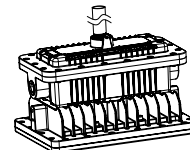

Fig. 17
4. Lock the driver box cover with screws (Figure 17).
4. Verrouillez le couvercle de la boîte à boutons à l'aide de vis (figure 17).